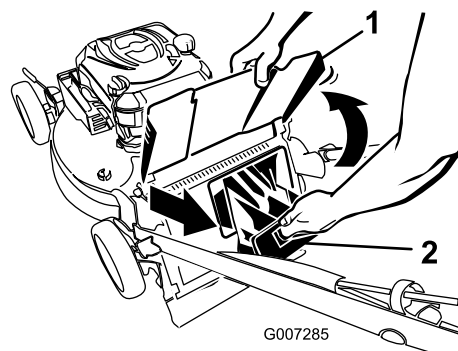

Figura 32
1. Sollevate il deflettore di scarico e tenetelo sollevato (Figura 32).
2. Estraiete il coperchio di scarico posteriore (Figura 32).